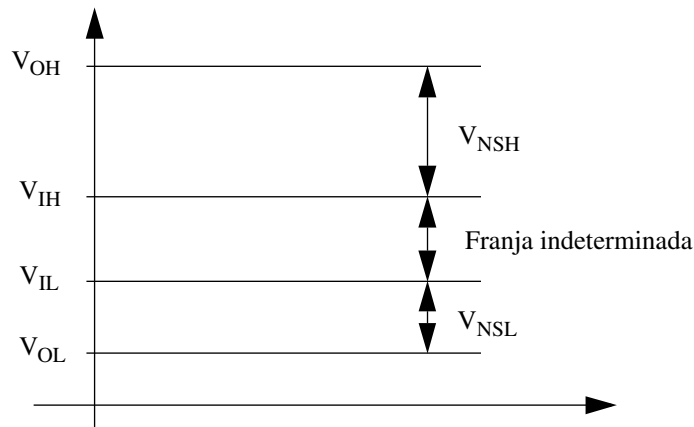

Figura 7.2.- Esquema de los parámetros de tensión.
- Parámetros de tensión (figura 7.2).